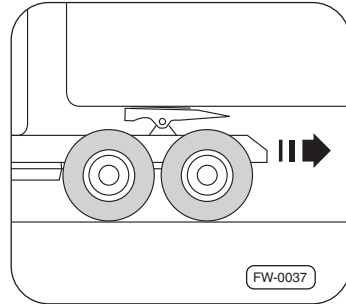

Abb. 16 · Sattelzugmaschine mit Sattelaufleger verriegeln
9. Die Sattelzugmaschine **langsam zurück setzen**, bis die Sattelkuppelung verriegelt. Der Verschluss verriegelt automatisch ⇒ Abb. 16.